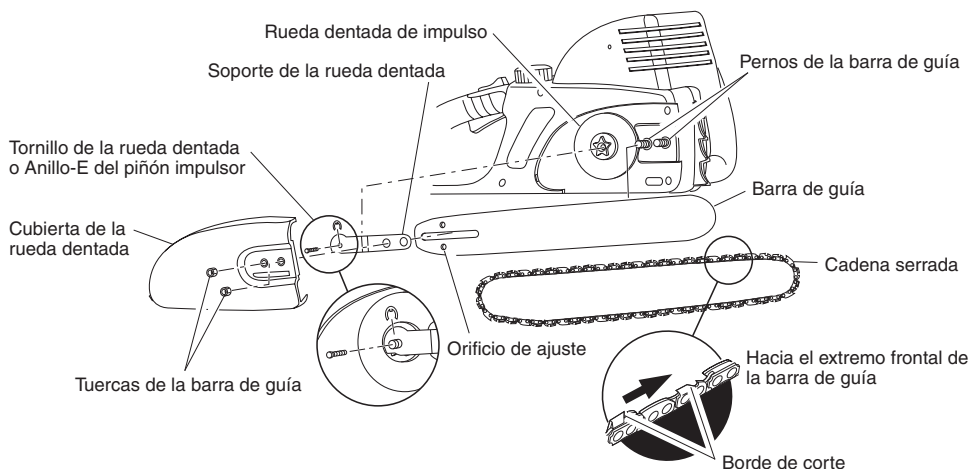

Figura 4 - Ensamblaje de la barra de guía y la cadena
3. Afloje y quite el tornillo del piñón impulsor o quite el anillo-E del eje (vea la Figura 4, página 26). Quite el soporte del piñón.
- Coloque la cadena sobre la circunferencia de la rueda dentada, a lo largo de la ranura superior de la barra de guía y sobre el extremo de la misma. **Nota:** Asegúrese de disponer los bordes de corte de la cadena en la dirección correcta. Coloque la cadena de modo que los bordes de corte de la parte superior de la barra de guía miren hacia el extremo de la misma (vea la Figura 4 y el indicador que se encuentra en la cubierta lateral de la sierra).